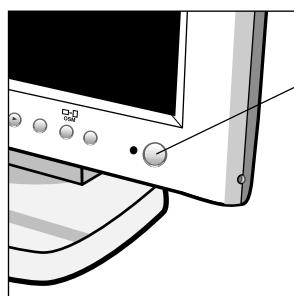

Figure E.1
5. Mettez le moniteur (Figure E.1) et l'ordinateur sous tension.